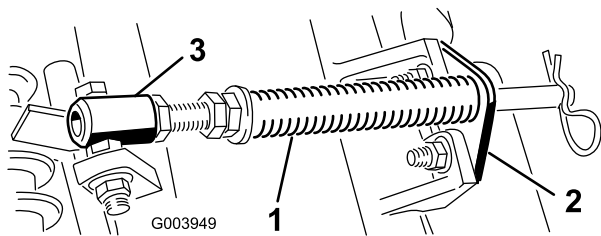

Figura 5
- A. Togliete i due bulloni a testa tonda e i dadi che fissano la staffa dell'asta alle alette degli elementi di taglio (Figura 5).
- B. Togliete il dado flangiato che fissa la vite a testa cilindrica del tubo della molla all'aletta del telaio portante (Figura 5) e togliete il complessivo.